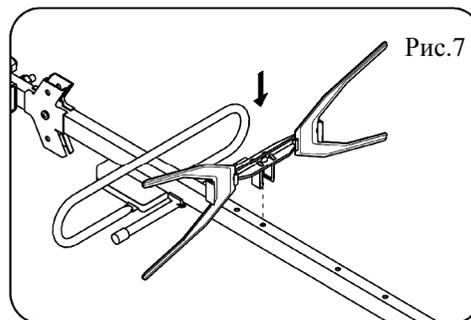

Рис.7
5.9. Установить 14 кронштейнов с установленными пластинчатыми директорами на верхней стороне штанги. Все пластинчатые директора открытой поверхностью должны быть направлены в сторону носовой части антенны (Рис.7). **Неправильная установка приведет к значительному ухудшению приема телевизионных сигналов.**